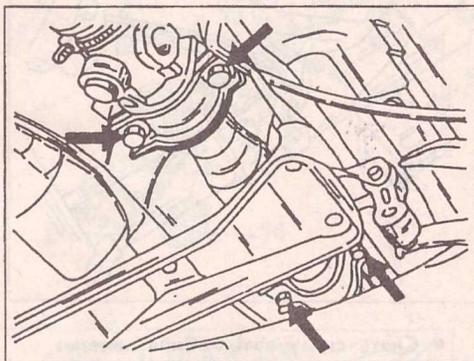

Рис. 233.
- Затянуть болты средней балки на рис. 233 моментами, указанными на рис. 212. Закрепить хомут выхлопной трубы.